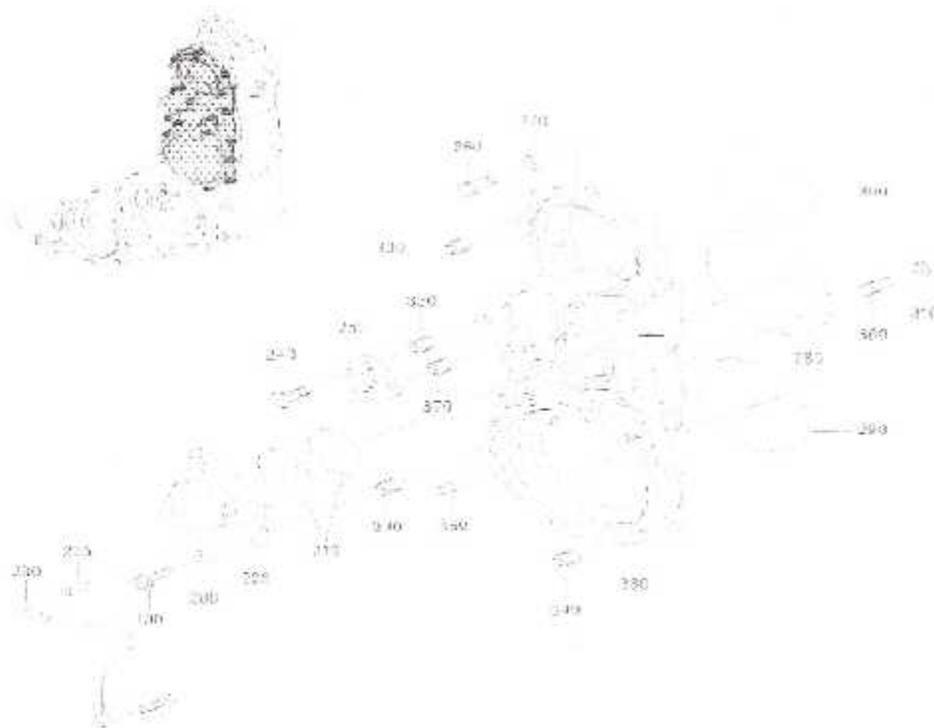

Fig. III.50 :L'Enlèvement du Couvercle du Coussinet du Levier Manuel de l'AGB.
3. On dépose le couvercle (bouchon) du handcranking pad sur l'AGB (fig. III. 50), comme suit :